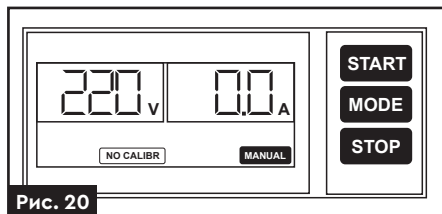

Рис. 20
- Натисніть та утримуйте кнопку «**STOP**», поки пульт керування не видасть звуковий сигнал. Після чого, пульт відновить заводські налаштування та з'являться написи, що зазначені на рис. 20.